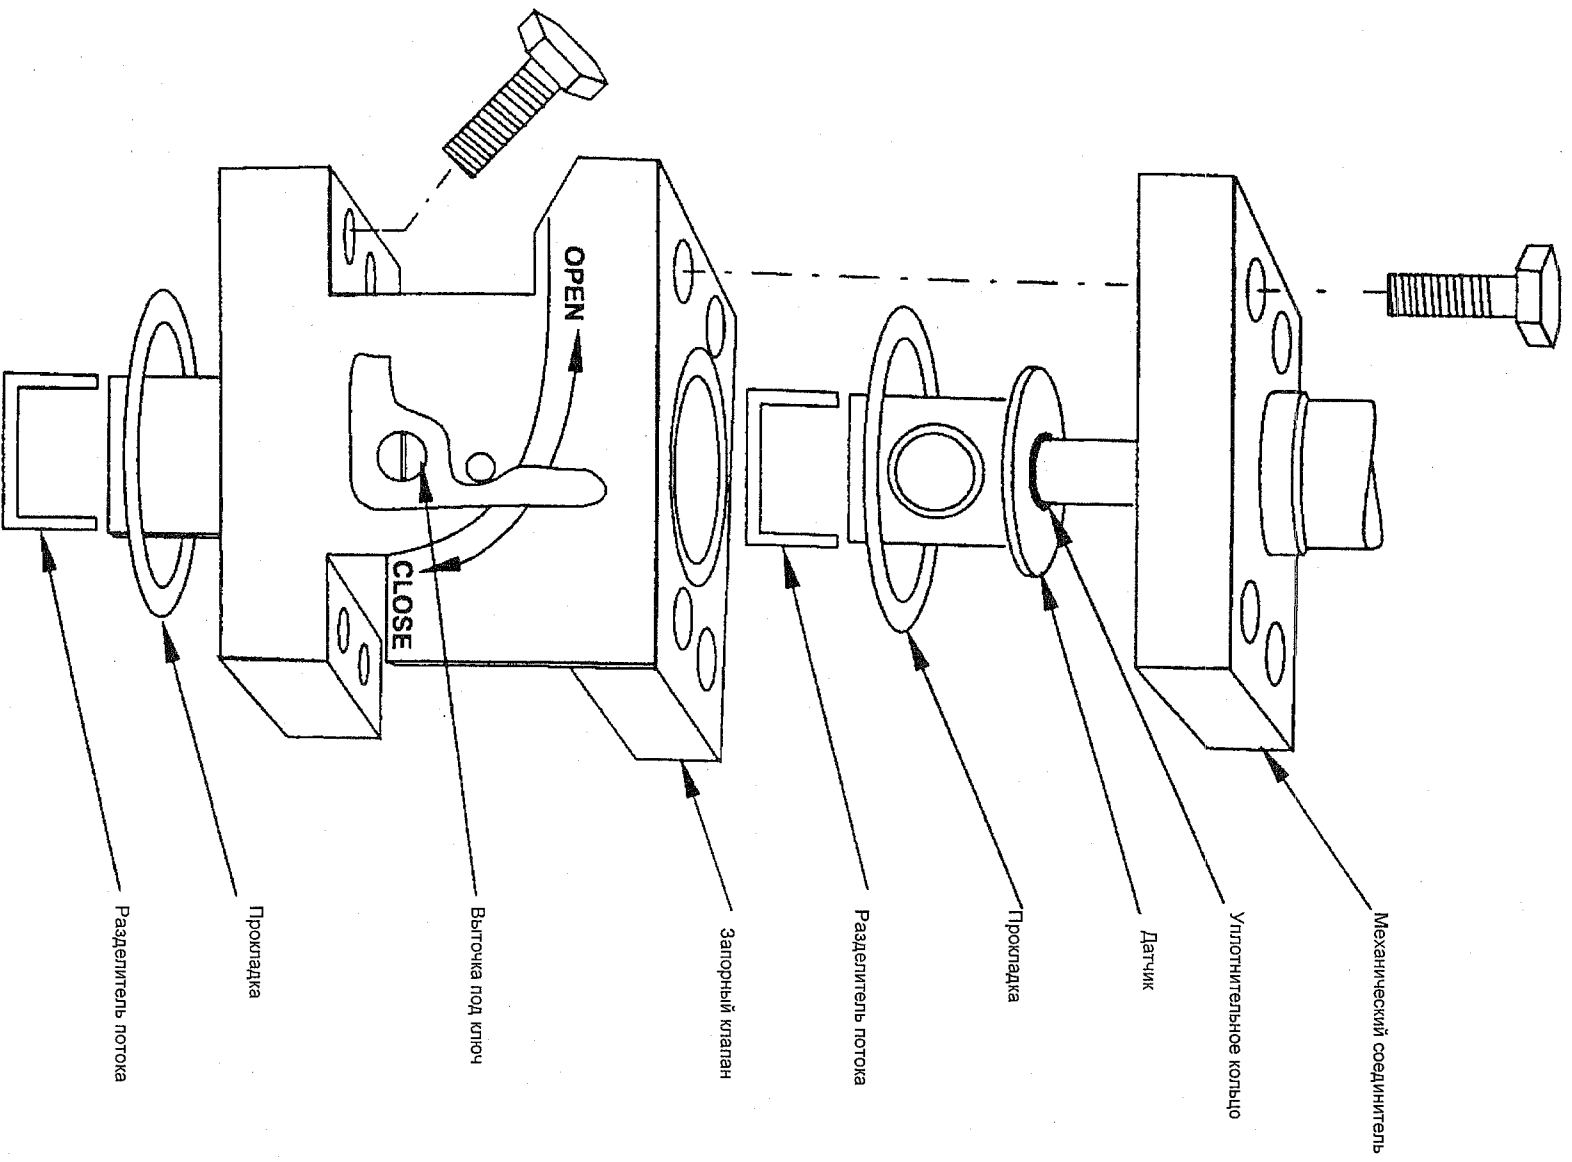
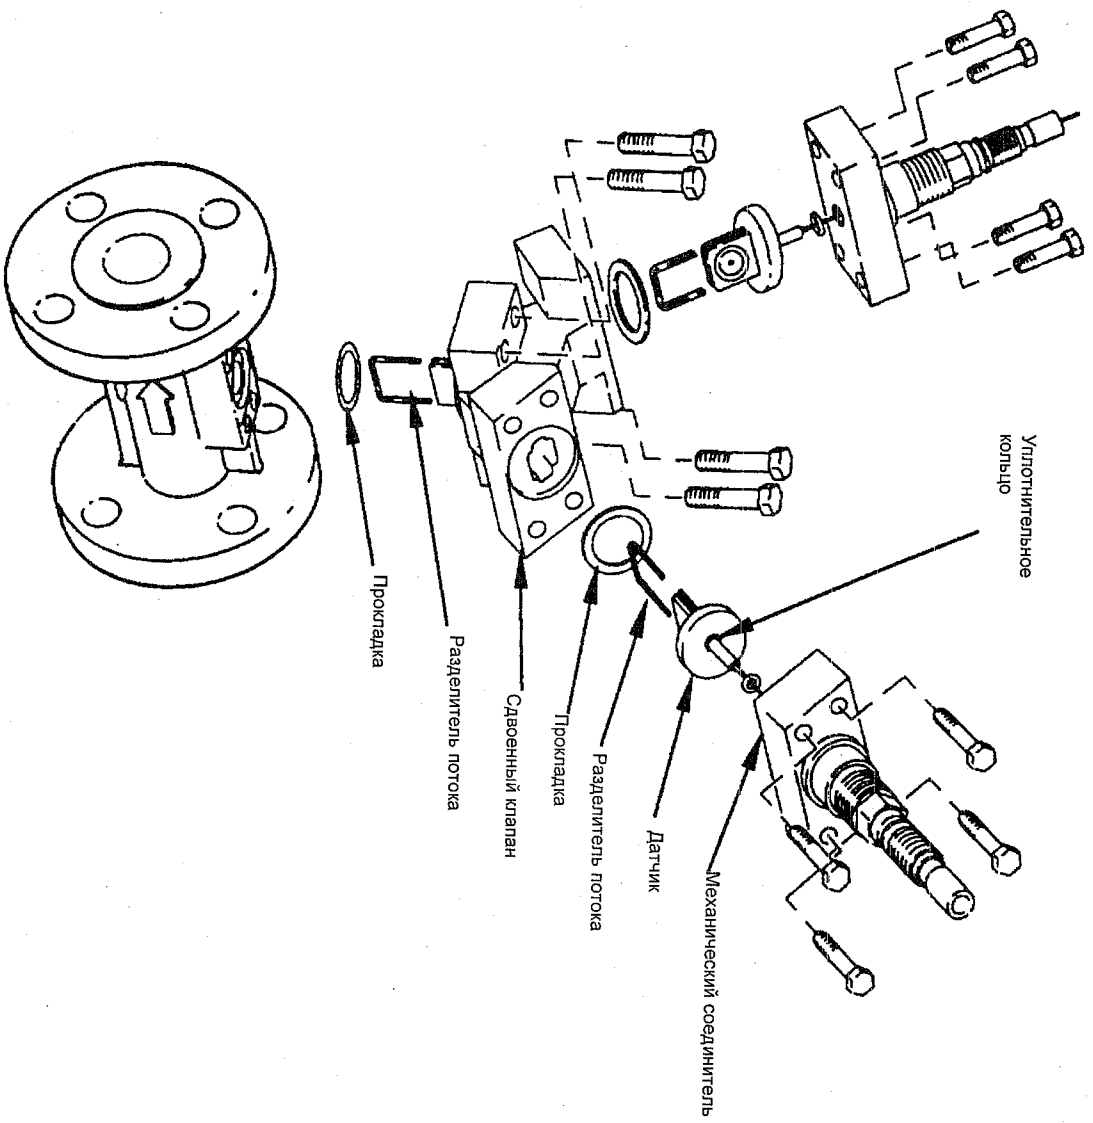

Рис. 38. Запорный клапан
Рис. 39. Сдвоенный расходомерный блок
1. Закройте клапан. Это двухходовый, одношаровой клапан с поворотом на 1/4 оборота. С по- мощью гаечного ключа поверните шток клапана по часовой стрелке на одну четверть оборота. См. Рис. 38.
3. Снимите и удалите старые прокладку и разделитель потока. Установите новые прокладку и разделитель потока на нижнюю часть корпуса клапана и установите клапан в корпус расходомера. См. рис. 38 или рис. 39. При этом используются те же прокладка и разделитель потока, что и при монтаже датчика. Для датчиков стандартного температурного диапазона используются прокладка L0121DT и разделитель потока L0112KT. Для клапанов с расширенным температурным диапазоном используются прокладка K0146NL и разделитель потока K0146NK.